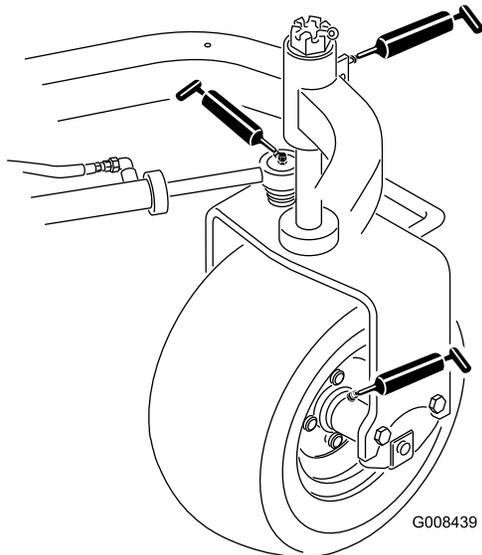

Figura 28
- Cubo de la rueda trasera (1) (Figura 28)
- Cojinete de la rueda giratoria (1) (Figura 28)
- Cilindro de dirección (2) (Figura 28)